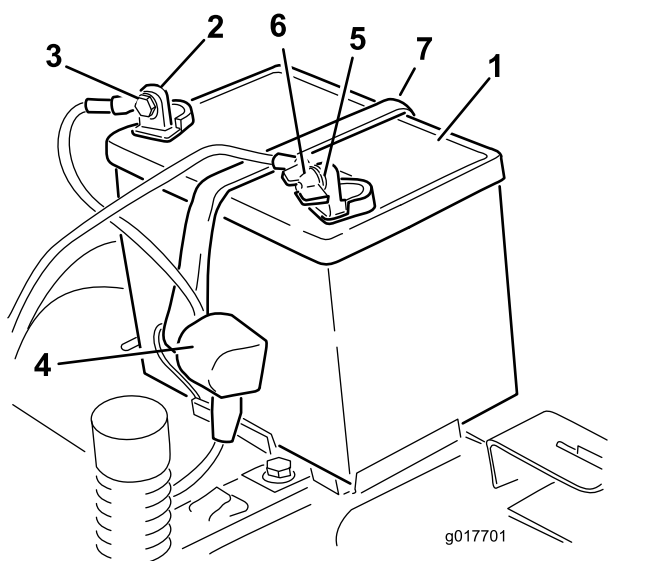

Figura 53
4. Staccate il cavo negativo (nero) di terra dal polo della batteria (Figura 53).
6. Staccate il cavo positivo (rosso) dal polo della batteria (Figura 53).
7. Togliete il dispositivo di fissaggio della batteria (Figura 53) e togliete la batteria dal vassoio.
1. Posizionate la batteria nella cassetta (Figura 53).
5. Fissate la batteria con l'apposito dispositivo (Figura 53).